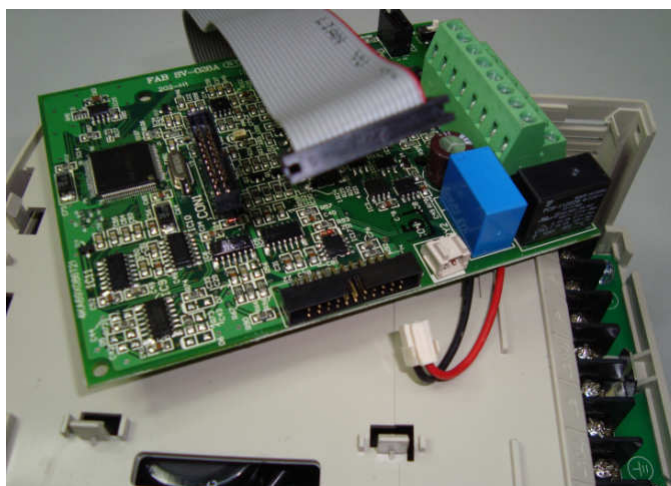

Рис.6.5
- 6.3.2. Отсоединить разъемы провода питания платы ЦП и шлейфа ЦП от разъемов на плате ЦП (рис. 6.5). Положить плату ЦП в тару.